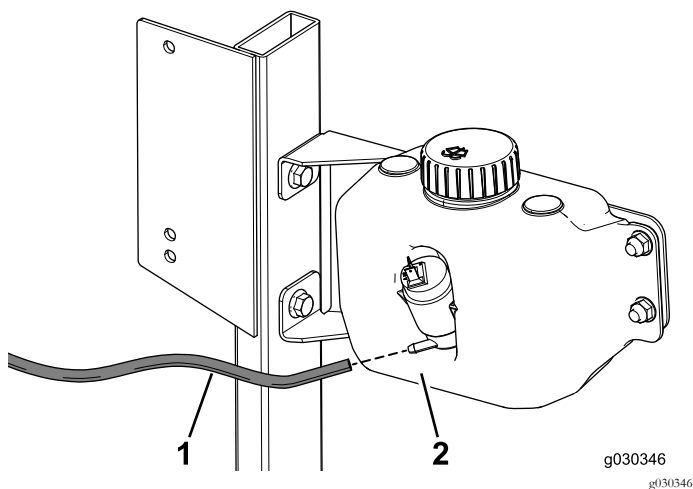

図 36
1. ウォッシャー用ホースをウォッシャー液タンクに取り付ける 図 36。